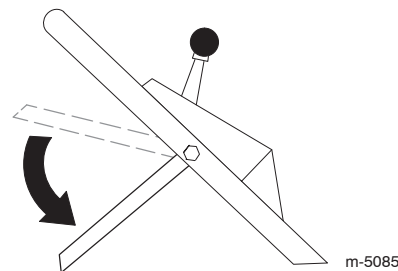

Bild 15
8. Bewegen Sie den Sicherheitsschaltbügel in die niedrigste Stellung (Bild 15).
3. Schieben Sie den Sicherheitsschaltbügel (Bild 15) in die niedrigste Stellung.